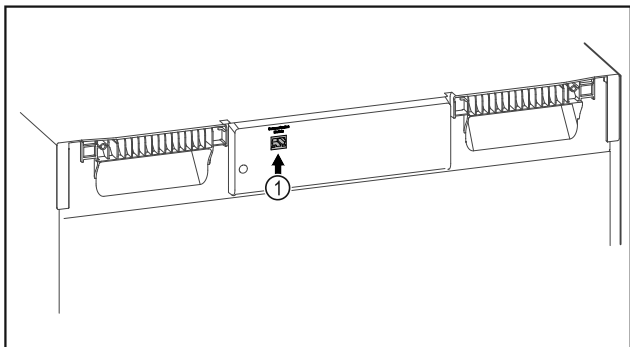

Fig. 93
- Moduli SmartModule Fig. 93 (1) është vendosur.